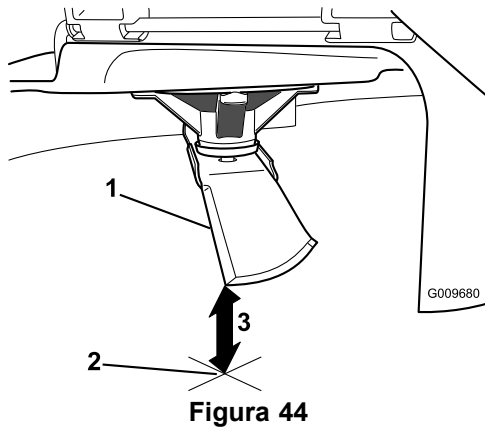

Figura 44
- Misurate dalla punta della lama alla superficie piana (Figura 44).